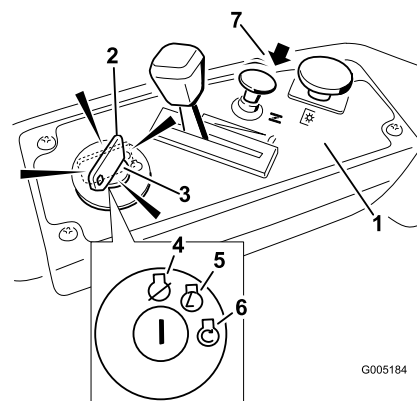

Figure 10
4. Tournez la clé de contact en position de Démarrage pour activer le démarreur. Relâchez la clé quand le moteur démarre (Figure 10).
3. Tirez la commande de starter pour démarrer un moteur à froid (Figure 10).
5. Lorsque le moteur démarre, appuyez sur la commande de starter (Figure 10). Si le moteur cale ou hésite, tirez la commande de starter et faites
2. Placez la manette d'accélérateur entre la position haut régime et la position à mi course (Figure 10).